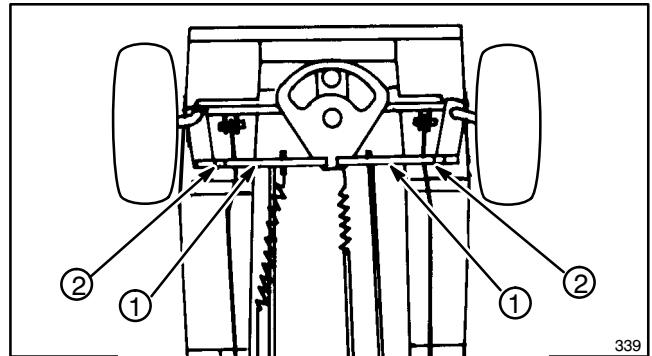

Abbildung 28
1. Zum Abstimmen der Vorderräder, die Klemmutter lockern und das Lenkgestänge soweit drehen, bis der mittige Abstand zwischen der Vorderseite der Vorderräder (d') 1,5 mm bis 6,3 mm geringer als die mittige Distanz zwischen der Rückseite der Vorderräder ausfällt (d'') (Abb. 28 und 29).